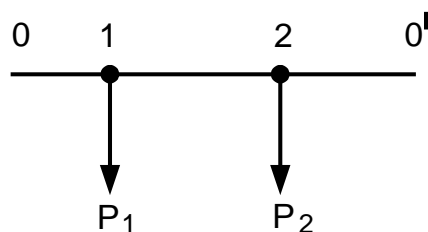

Рисунок 22
1. Сделав разрез по источнику питания, кольцевая линия преобразуется в линию с двухсторонним питанием (рис.22).